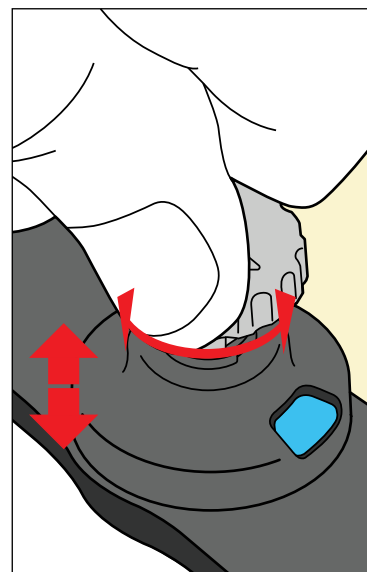

Fig. 3
- Impostare gli spessori all'altezza desiderata girando ciascun perno, a prescindere dal fatto che la parte anteriore della maschera termoplastica sia sul paziente o meno. Girare in senso orario per aumentare l'altezza e in senso antiorario per diminuirla. (Fig. 3)